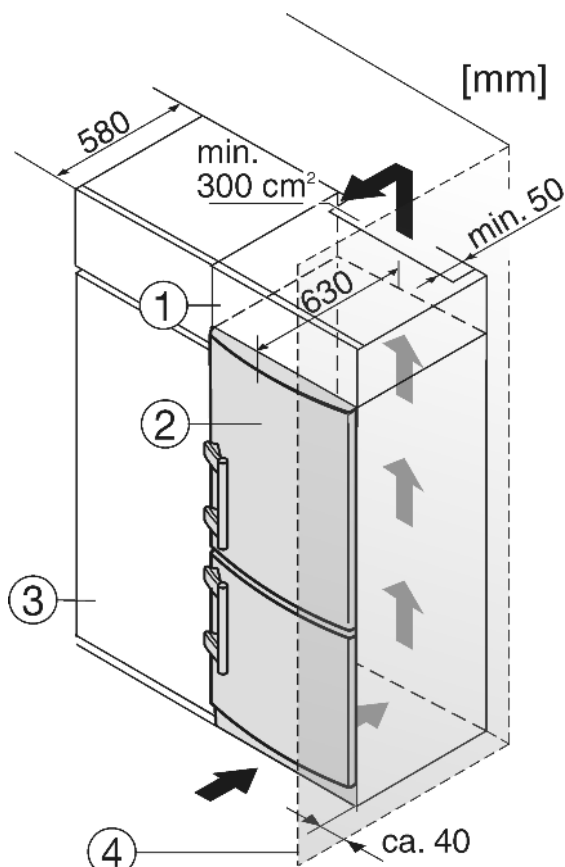

Fig. 9
- (1) Дополнительный шкафчик
- (2) Устройство
- (3) Кухонный шкаф
- (4) Стенка
Устройство может быть окружено предметами кухонной обстановки. Чтобы уравнивать устройство Fig. 9 (2) по высоте с кухонной стенкой, можно установить над устройством соответствующий дополнительный шкафчик Fig. 9 (1).
При комбинировании с обычными кухонными шкафами (глубина макс. 580 мм) устройство можно установить непосредственно рядом с кухонным шкафом Fig. 9 (3). Дверь устройства выступает по сторонам на 34 мм и по центру устройства на 50 мм относительно передней стенки кухонного шкафа. Поэтому ее можно свободно открывать и закрывать.
Если устройство установлено на шарнирах у стены *Fig. 9 (4)*, то расстояние между устройством и стеной должно быть не менее 40 мм. Настолько выступает ручка при открытой дверце.